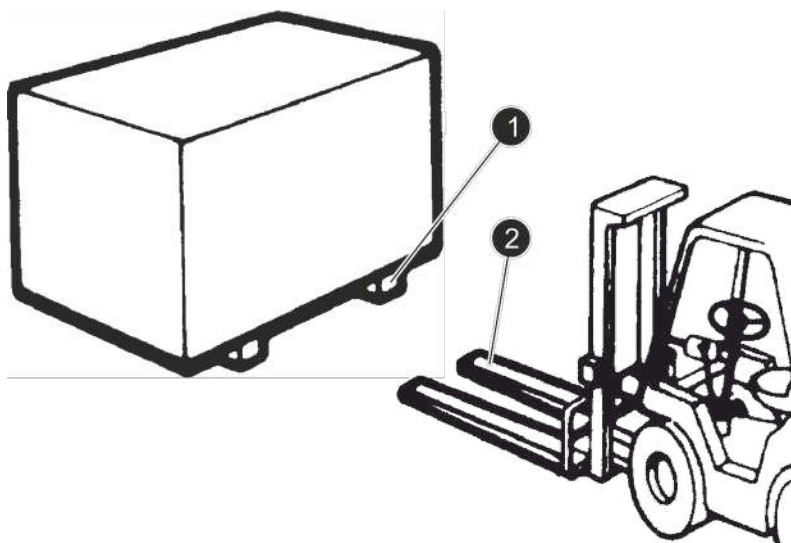

Fig. 8: Palé
2. ➔ Lleve las horquillas (Fig. 8/2) de la carretilla de manutención hasta los travesaños (Fig. 8/1) del palé de madera.